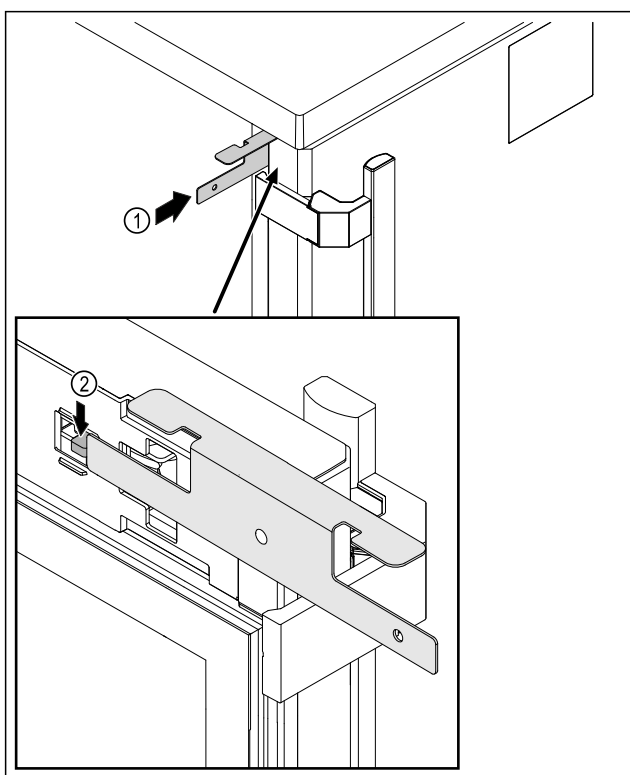

Fig. 218
- ▶ Dugja be a vészkireteszelő kulcsot Fig. 218 (1) az ajtó és a készüléktest közé.
- ▶ Nyomja a zárókampót Fig. 218 (2) a zsanér felé.